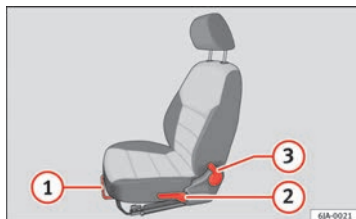

Fig. 69 Comandi di regolazione del sedile/comandi di regolazione di un sedile sportivo
- Per poter far scorrere il sedile in avanti o all'indietro, tirare la leva **1** ⇒ fig. 69 dal basso verso l'alto (afferrandola per la parte centrale).
- Per alzare il sedile, muovere la leva **2** ⇒ fig. 69 verso l'alto e rilasciarla (se necessario più volte), fino a raggiungere la posizione desiderata.
- Non esercitare alcuna forza sullo schienale, spostare all'indietro la leva **3** ⇒ fig. 69 spingendo contro lo schienale fino a raggiungere l'inclinazione desiderata.